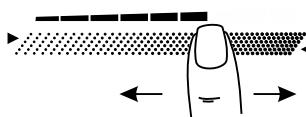

Рис.5
2. Выбор режима нагрева производится перемещением пальца по поверхности ④ - «скользящая кнопка» (рис. 5). Когда режим нагрева меняется, в окне выбранной конфорки отображается значение от «0» до «9».
1. Работающую конфорку касанием зоны ② перевести в режим управления.
2. Перемещая палец по поверхности ④ измените режим нагрева конфорки (рис. 5).